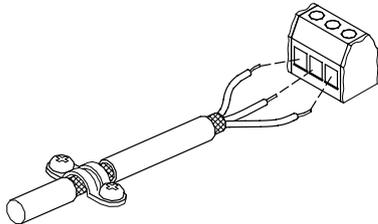

Рис. 10 Соединение оплетки и проводов экранированного кабеля с колодкой
- Экранирование кабелей должно выполняться подключением обоих концов кабельной оболочки на массу насоса. При экранировании кабелей следить за надежным соединением на массу. Торцев экранирующей оболочки должен находиться на минимально возможном удалении от соединительных зажимов, смотрите рис. 10.